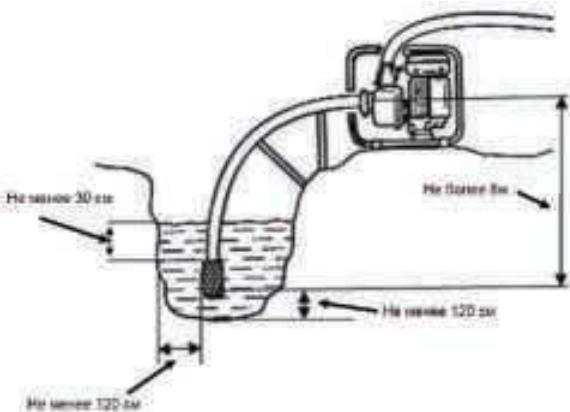

Рис. 8
1. При установке соблюдайте все необходимые расстояния для всасывающего фильтра, как показано на рисунке (*Рис. 8*).